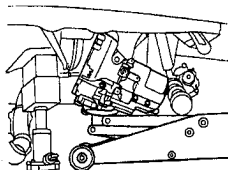

Рис. 6.3 Установка троплейного домкрата под коробкой передач при ее снятии [См. Раздел 4]
20. Когда полуось будет отсоединена от коробки передач и коробка передач будет снята с двигателя, аккуратно опустите коробку передач [См. Рис. 6.3].